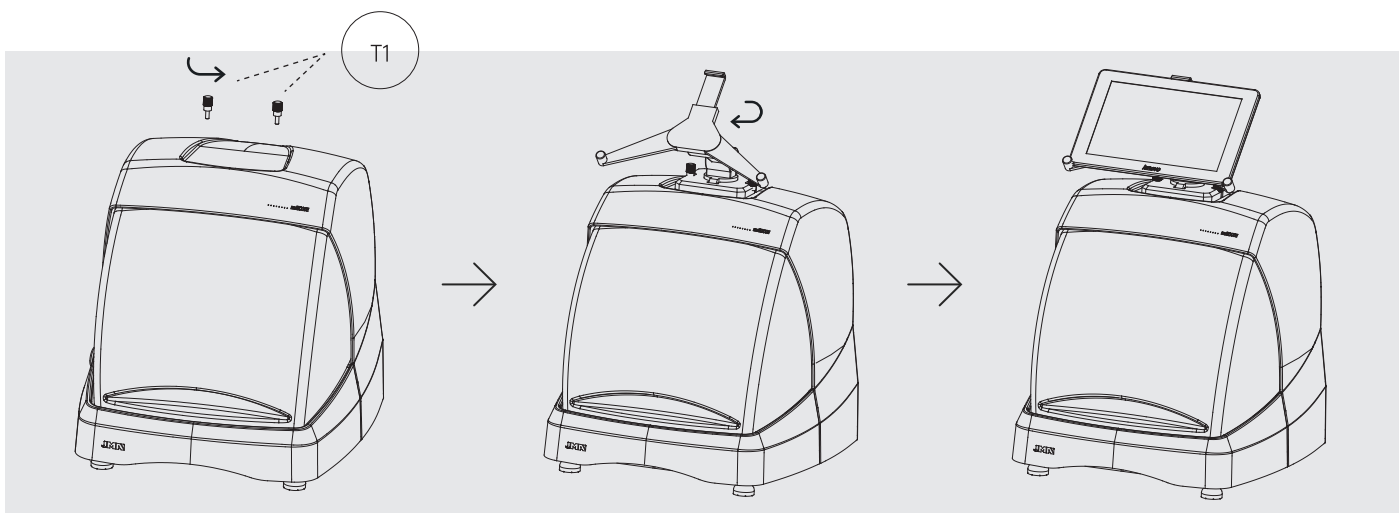

Fig.3
1. Desenroscar los pomos (T1) ubicados en la máquina. (Fig.3)
1. Unscrew the knobs (T1) on the machine. (Fig. 3)